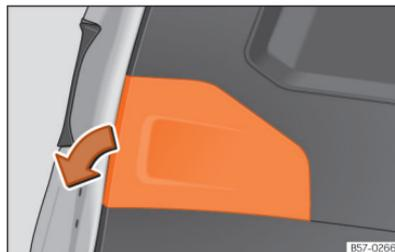

Fig. 205 Porta da bagageira aberta: retirar a tampa.
- Retirar a tampa da porta da bagageira no sentido da seta »» **Fig. 205**.